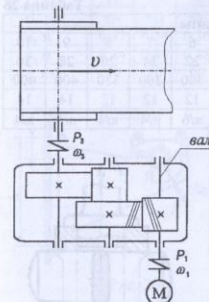

Рис. 24
5. Рассчитать зубчатые передачи редуктора привода ленточного транспортера (рис. 24). Мощность электродвигателя P_1 , угловая скорость его ω_1 и угловая скорость барабана ω_2 приведены в табл. 24. Срок службы редуктора 28 000 ч.
6. По данным задачи 5 рассчитать ведущий вал редуктора (рис. 24) и подобрать для него по ГОСТ подшипники качения. Расстояниями между подшипниками, а также между шестерней и подшипниками задаться. Привести рабочий эскиз вала (см. рис. 6).